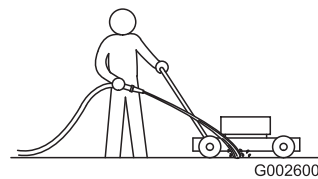

Figure 48
1. Mettez le moteur en marche après avoir amené la machine sur une surface revêtue plane et dirigez un jet d'eau devant la roue arrière droite (Figure 48).